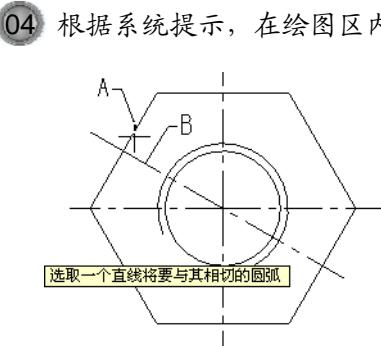

图3-102 选取相切直线
- 03 在“切弧”工具栏中输入圆弧的半径为30，根据系统提示，在绘图区内选择已知直线A作为与圆相切的图素，如图3-102所示。